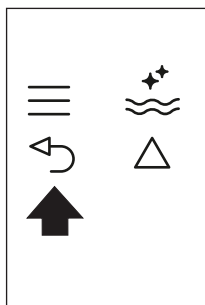

Fig. 25
- ▶ Premere due volte l'icona \curvearrowright (B6) (Fig. 25) per uscire dal menù.